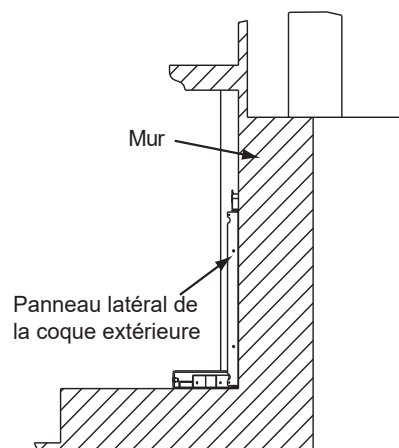

Figure 19.5
1. Alignez l'arrière de la surface des panneaux de la coque extérieure à la paroi avant pour un placement correct (Figure 19.5).